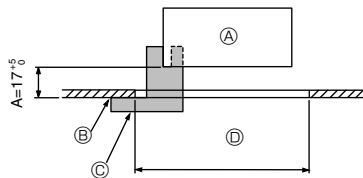
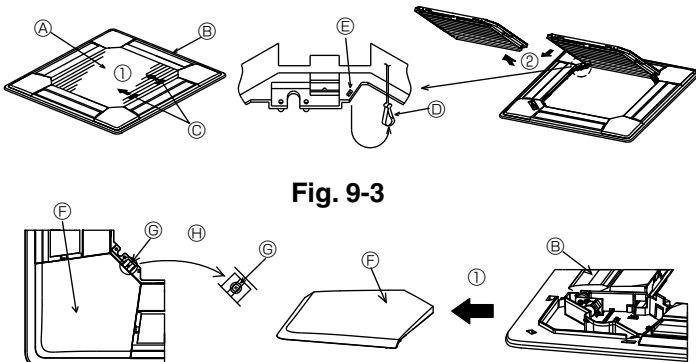
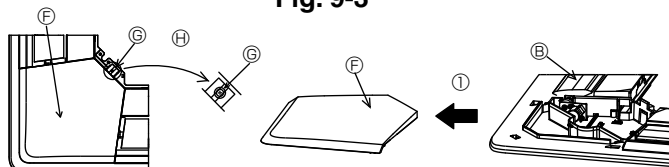

Fig. 9-2
Fig. 9-3
Fig. 9-4
①	Gitter	1	950 × 950 (mm)
②	Schraube mit unverlierbarer Unterlegscheibe	4	M5 × 0,8 × 25
③	Lehre	1	(In vier Teile unterteilt)
④	Befestigungsteil	3
⑤	Schraube	4	4 × 8
⑥	Schraube	1	4 × 12
⑦	Drahtlose Fernbedienung	1	für PLP-6BALM, PLP-6BALME
⑧	Verdrahtete Fernbedienung	1	für PLP-6BAMD, PLP-6BAMDE
⑨	Eckplatte für den i-see sensor	1	für PLP-6BAE, PLP-6BAMDE, PLP-6BALME
9.2. Vorbereitung zum Anbringen des Gitters (Fig. 9-2)
• Mit der mit diesem Bausatz gelieferten Lehre ③ die Position der Anlage im Verhältnis zur Zimmerdecke überprüfen. Wenn die Anlage im Verhältnis zur Zimmerdecke nicht vorschriftsmäßig in Position gebracht wurde, kann dies zu Luftdurchlässigkeit oder zur Bildung von Kondenswasser führen.
- Ⓒ Lehre ③ (befindet sich in der Anlage)
9.2.1. Das Ansauggitter abnehmen (Fig. 9-3)
• Zum Öffnen des Ansauggitters die Hebel in die Richtung, die durch Pfeil ① gekennzeichnet ist, schieben.
• Das Scharnier des Ansauggitters bei geöffnetem Ansauggitter (Position "open") vom Gitter wie durch Pfeil ② gekennzeichnet, abnehmen.
9.2.2. Die Eckplatte abnehmen (Fig. 9-4)
• Die Schraube von der Ecke der Eckplatte abnehmen. Die Eckplatte wie durch Pfeil ① gekennzeichnet schieben, um so die Eckplatte abzunehmen.
[Fig.9-3] [Fig.9-4]